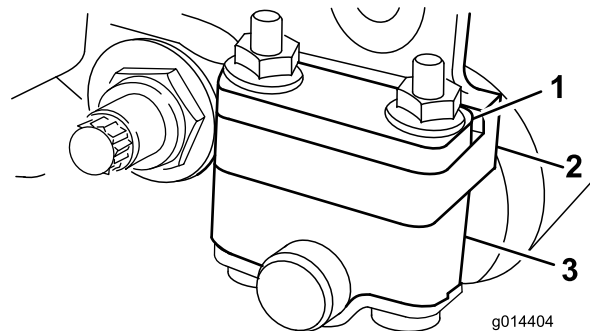
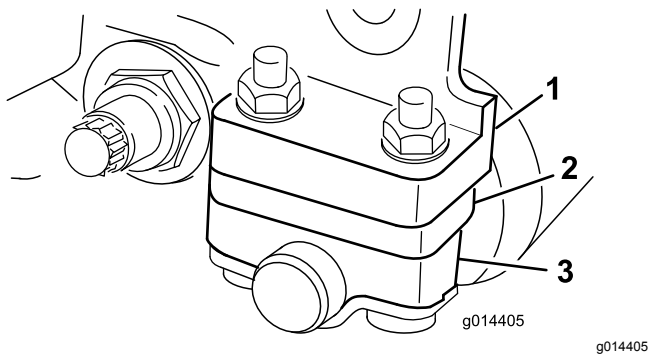

図 11
図 12
使用する刈高によって、後ローラブラケットの取り付け位置を低位置または高位置 **図 11** または **図 12** から選択する必要があります。
- 刈高  $1.5\text{-}6 \text{ mm}$  の場合 **図 11** のように、スペーサをサイドプレート取り付けフランジの上にセット出荷時の設定する。
- 刈高範囲が  $3\text{-}25 \text{ mm}$  の場合は、**図 12** のように、スペーサを取り付けフランジの下にセットする。
4. 必要に応じてスペーサを、ローラブラケットの上または下にする 図 11または 図 12。